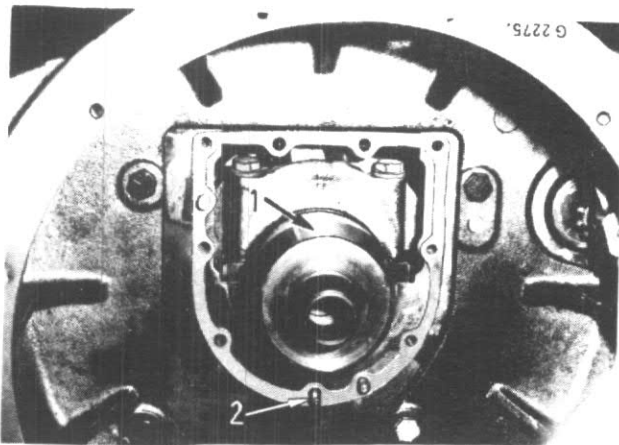

Figure 117
Installez le goujon (2) fig. 117 en mettant du liquide d'étanchéité. Installez le reteneur de joint arrière en interposant un joint neuf. Veillez à ne pas endommager l'autre joint d'étanchéité.